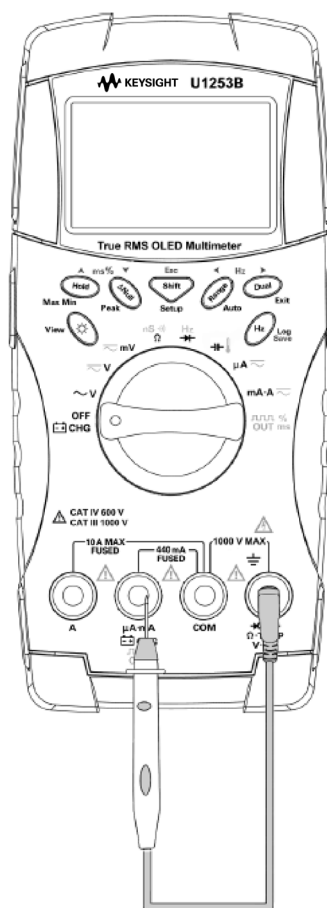

Figura 5-8 Procedure di controllo dei fusibili
- 3** Per eseguire il test del Fusibile 1, posizionare la punta della sonda di misura sulla metà destra del terminale di ingresso . Assicurarsi che la punta della sonda tocchi il metallo all'interno del terminale di ingresso, come illustrato nella Figura 5-8.